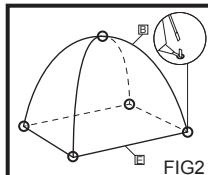

FIG2
3. Ridicați cortul interior <E> în sus și împingeți capetele stâlpilor în barele de fier situate în fiecare colț al cortului interior <E>. (FIG2)